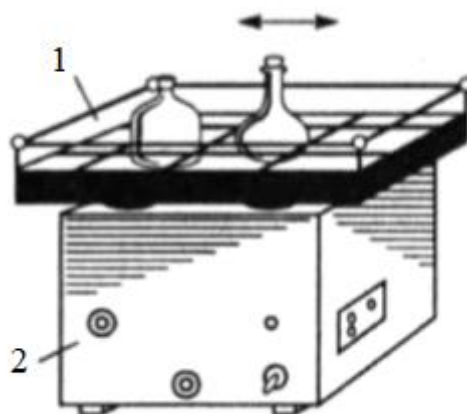

Рис. 35 – Прибор для взбалтывания (встряхивания):
*Приборы для взбалтывания (встряхивания)* (рис. 35) служат для возвратно-поступательных, качательных и других движений сосудов с жидкостями. С помощью этих приборов достигается хорошее перемешивание жидкостей или непрерывный контакт жидкой и твёрдой фаз. Частота и амплитуда колебаний определяются степенью наполнения сосуда и его формой.